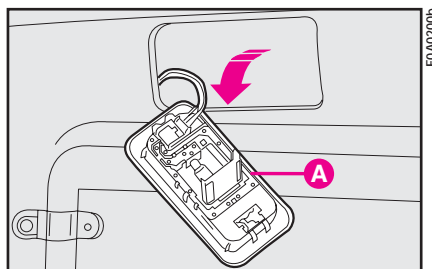

рис. 36
2) Откройте блок **А** (**рис. 36**) и замените лампу.